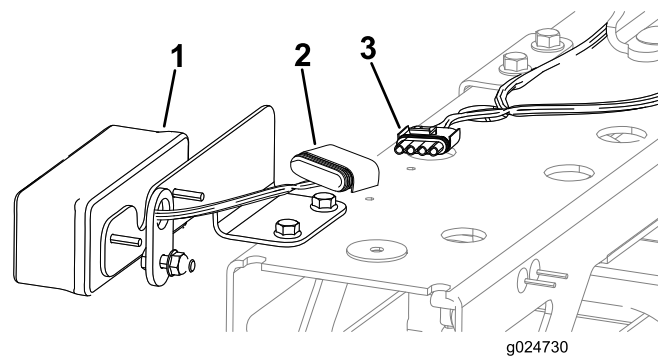

Figura 39
- 6. Ligue o conector de 4 tomadas da cablagem ao conector de 4 pinos do fio da luz traseira (Figura 39).